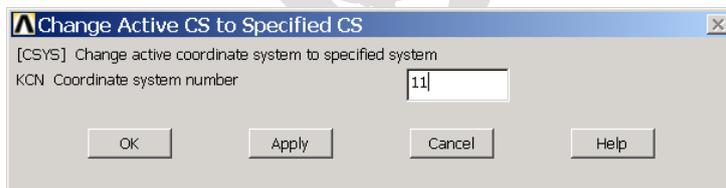

图2.8 激活局部坐标系
(1) 单击【Utility Menu】|【Workplane】|【Change active CS to】|【Specified Coord Sys】菜单，弹出如图2.8所示的对话框。